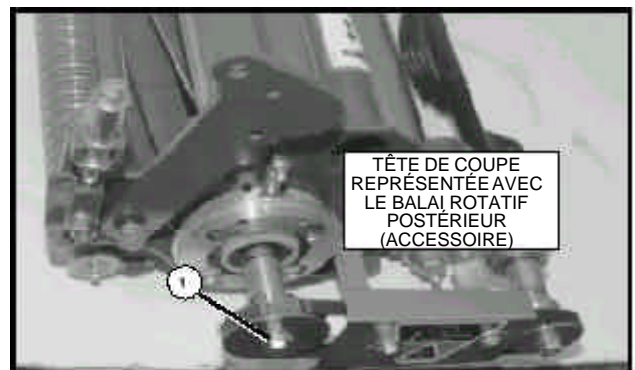

Figure 13
- Ne faites **JAMAIS** tourner le tambour de coupe à la main ou du bout des doigts. Vous risquez de vous coincer les doigts entre le tambour et le bâti, en donnant lieu ainsi à un accident grave. Utilisez un cliquet à douille de 9/16" au bout de l'arbre de tête de coupe pour tourner le tambour au cours des réglages et des essais (voir la fig. 13).